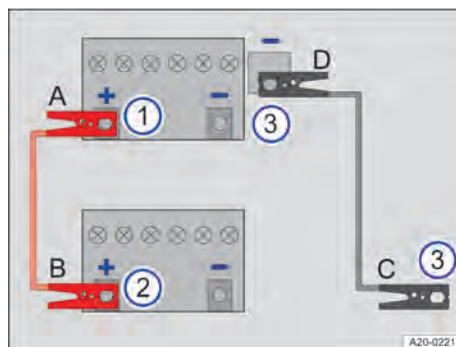

Abb. 187 Schema für das Anklemmen der Starthilfekabel.
Starthilfekabel nur in der Reihenfolge A – B – C – D anklemmen → Abb. 187.
2. Wenn vorhanden, Abdeckung des Starthilfepunktes Plus (+) aufklappen → Abb. 187 ①, → ⚠️.
4. Das andere Ende des roten Starthilfekabels an den Pluspol (+) des stromgebenden Fahrzeugs anklemmen → Abb. 187 ②.
5. Ein Ende des schwarzen Starthilfekabels beim Fahrzeug mit der stromgebenden 12-Volt-Fahrzeugsbatterie vorzugsweise an einen Starthilfepunkt Masse (–) anklemmen → Abb. 187 ③.
- Oder:** Wenn kein Starthilfepunkt Masse (–) vorhanden ist, das Ende des schwarzen Starthilfekabels beim Fahrzeug mit der stromgebenden 12-Volt-Fahrzeugsbatterie an ein massives, fest mit dem Motorblock verschraubtes Metallteil oder an den Motorblock selbst anklemmen → Abb. 187 ③.
6. Das andere Ende des schwarzen Starthilfekabels beim Fahrzeug mit der entladenen 12-Volt-Fahrzeugsbatterie an den Starthilfepunkt Masse (–) anklemmen → Abb. 187, → .
Oder: Wenn kein Starthilfepunkt Masse (–) vorhanden ist, das Ende des schwarzen Starthilfekabels beim Fahrzeug mit der entladenen 12-Volt-Fahrzeugsbatterie an ein massives, fest mit dem Motorblock verschraubtes Metallteil oder an den Motorblock selbst anklemmen → Abb. 187 ③.
3. Starthilfekabel bei laufenden Motoren nur in der Reihenfolge D – C – B – A abklemmen → Abb. 187.